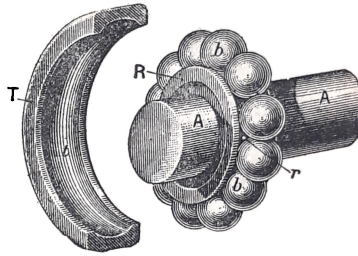

Fig. 149. — Schema d'un cuscinetto a sfere a cammino rapportato:
4. Un altro esperimento fu tentato, quello di sopprimere cono e calotta e collocare le sfere in un percorso di rotazione circolare *R* (fig. 149) provvisto di una contropartita in due pezzi *T*. Occorreva che si facesse il coperchio in due pezzi per poter far entrare le sfere! Ma il peso in un'automobile è rilevante, gli urti violenti. Così, malgrado tutte le cure di fabbricazione, le due linee di chiusura l'una sull'altra dei due pezzi del cappello si spostavano al passaggio dello sfere.